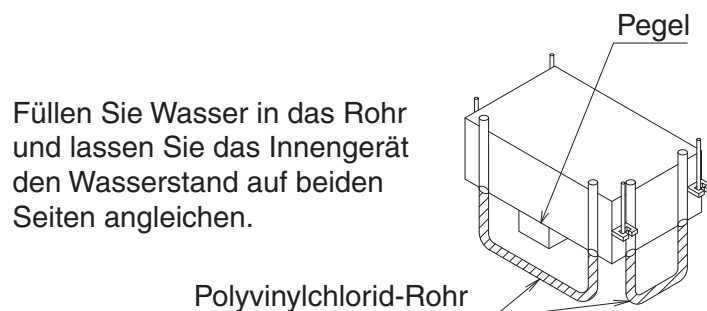

Abb. 6
- (4) Überprüfen Sie die waagerechte Lage des Geräts. **(Siehe Abb. 6)**
- (5) Entfernen Sie die Unterlegscheiben-Schelle (7), die das Herunterfallen der Unterlegscheibe für die Aufhängung (3) verhindert, und ziehen Sie die obere Mutter fest.
- (6) Entfernen Sie das Installationsmusterblatt (5).